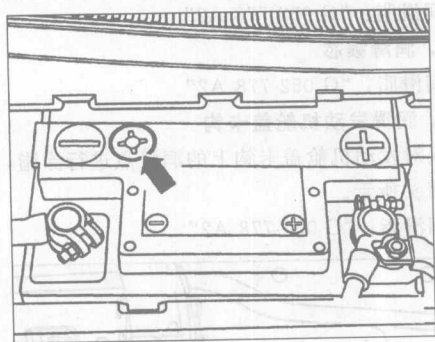
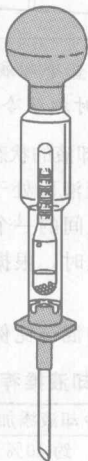

图 1-12 蓄电池的电子眼
图 1-14 酸液吸管
(2) 电子眼可提供待检查蓄电池的酸液高度以及充电程度的信息，如图 1-12 箭头所示。
① 对于带有电子眼 (如图 1-12 箭头所示) 的蓄电池, 必须取下堵头上的薄膜。
② 拧下蓄电池的堵头。
③ 如果电解液的液面太高 (加注过量), 也就是说, 超过了蓄电池内部的标记线 (塑料台阶), 或者说超过了外面的 MAX 标记线, 用酸液吸管将酸液吸出, 如图 1-14 所示, 直到酸液液面达到内部的塑料台阶, 或者 MAX 标记线为止。